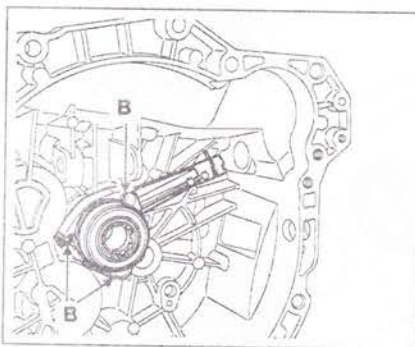

Рис. 5.39. Открутите три болта В крепления рабочего цилиндра гидропривода, а затем извлеките сам цилиндр.
5. Открутите три болта В крепления рабочего цилиндра гидропривода, а затем извлеките сам цилиндр (рис. 5.39).